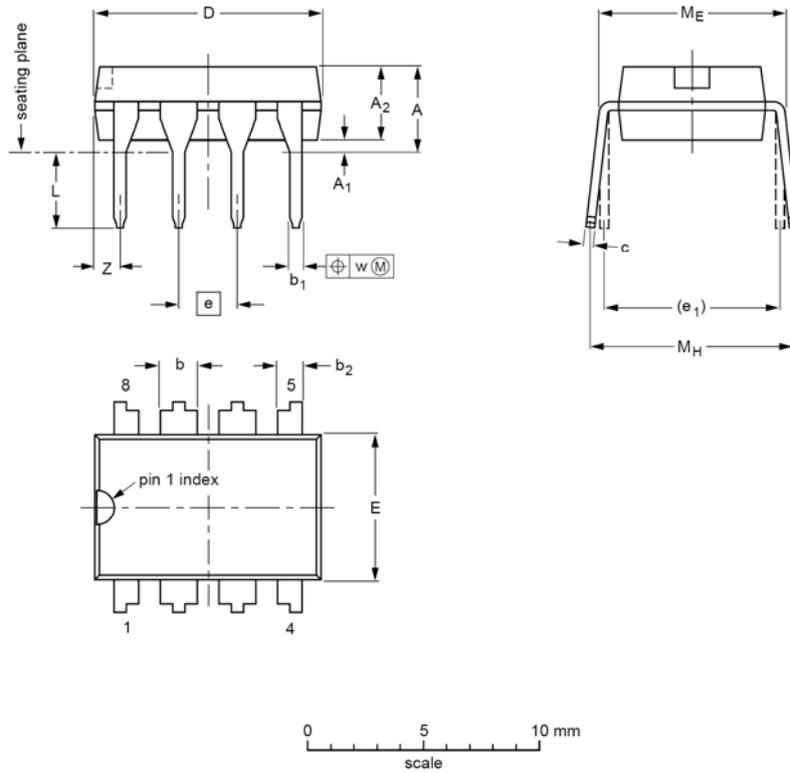

图 20 DIP-8
- DIP8——8 脚塑料双列直插封装，请参见图 20。
表 31 图 20 的尺寸说明（英寸数是从毫米尺寸换算出来的）